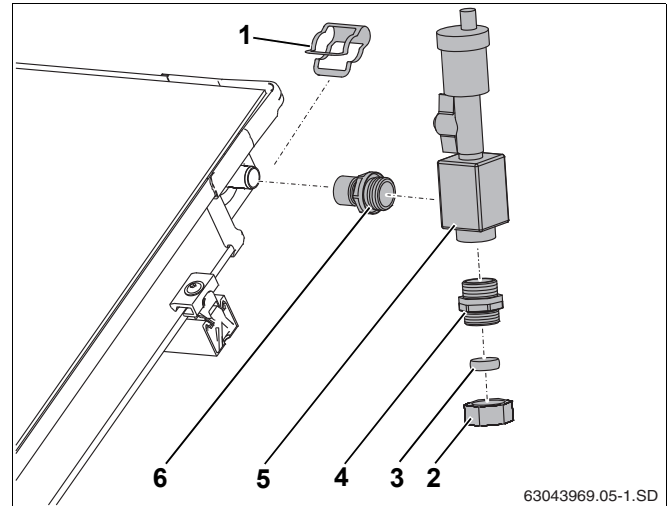

Рис. 60 Подключение воздушного клапана
- ▶ Заверните ниппель (рис. 60, **поз. 6**) и двойной ниппель (рис. 60, **поз. 4**) в воздухохборник (с кольцевым уплотнением).
- ▶ Наденьте воздухохборник (рис. 60, **поз. 5**) с ниппелем на штуцер коллектора и закрепите зажимом.
- ▶ Подключить сборную линию к резьбовому соединению с зажимным кольцом (18 мм) (рис. 60, **поз. 2**).